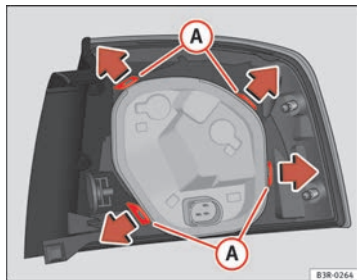

Fig. 226 Linguette di fissaggio nella parte posteriore della unità luci posteriore
- Sganciare le linguette di fissaggio (A) ⇒ fig. 226.
- Sollevare il supporto lampade in direzione della freccia (B).